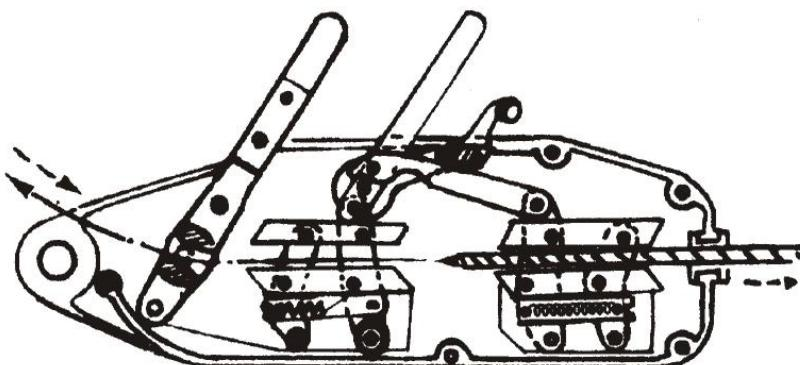

Fig1. Repupptagning och repmottagning:
1. Reeve: (Fig.1) Med repuhuvudet nedåt och tryck på lyftaren, tryck på det avslappnade handtaget. När du hör ljudet klicka har tångens mun öppnats. Sedan kan du riva upp vajern från det bakre hålet till hissen. Efter att repet är ute kan repet dras till den längd du behöver och sedan trycka tillbaka det avslappnade handtaget för att klämma fast repet ordentligt. När det främre handtaget eller det bakåtgående handtaget dras, kommer vajern automatiskt att gå in i eller ut ur lyftaren. Maskinen är således i normalt tillstånd och är lätt att använda.
(4.) Dra ut repet (Fig.1): När arbetet är klart, öppnasstångens mynning så snart det avslappnande handtaget trycks in och sedan kan vajern dras ut ur änden av lyftaren. Rengör smutsen på repet, linda in den i stålkorset i god ordning för att vara redo att användas nästa gång.